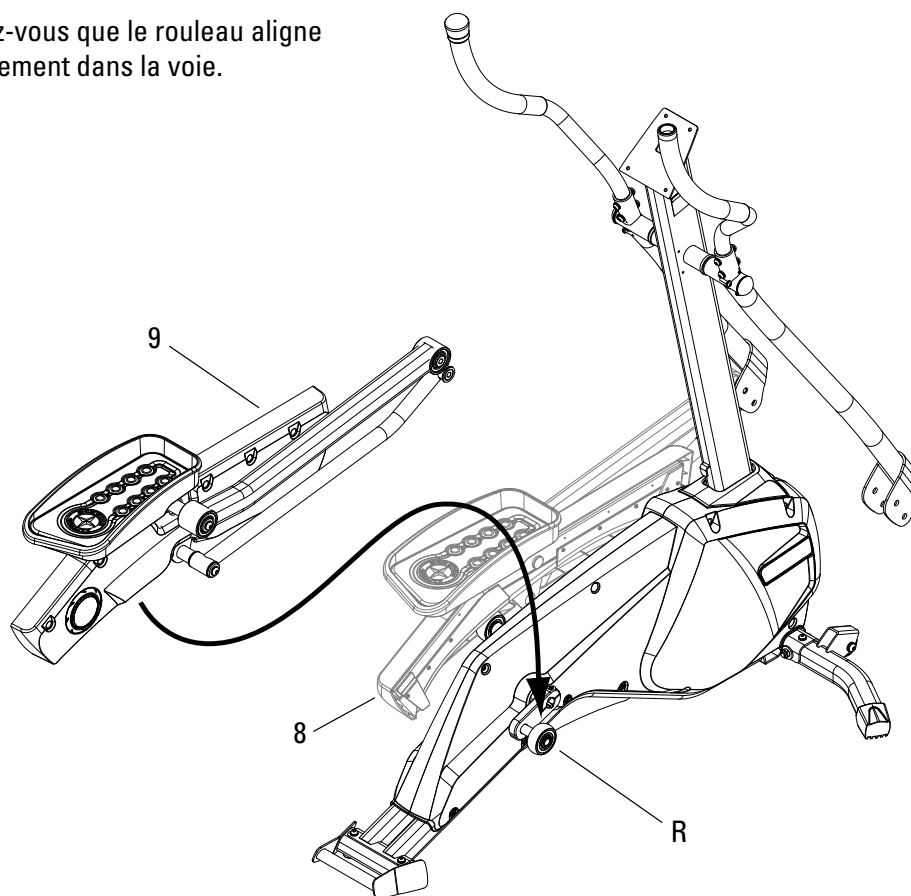

Figure 6b
6-2 Fixez l'assemblage de cames sur le rouleau du bras de la manivelle (R) comme illustré dans la Figure 6b. Il y a une marque sur le montage de came qui se trouve sur le rouleau du bras de la manivelle.